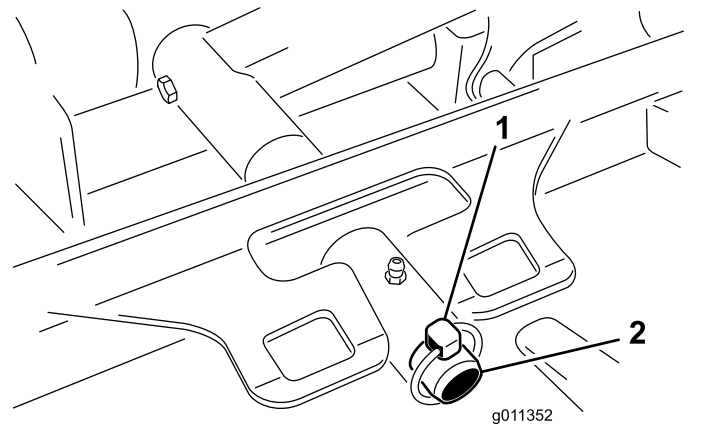

Bild 68
3. Entfernen Sie den Klappstecker oder die Befestigungsmutter, mit der der Mähwerkträgerahmen am Hubarm-Lagerbolzen befestigt ist (Bild 68).
3. Schieben Sie den Mähwerkträgerahmen auf den Lagerbolzen am Hubarm. Befestigen Sie ihn mit einem Klappstecker oder einer Befestigungsmutter (Bild 68).